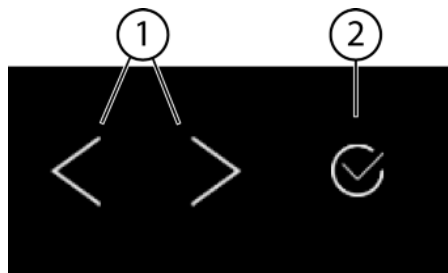
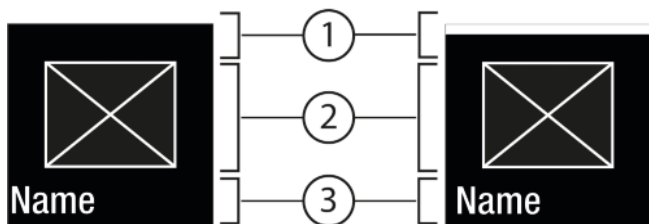
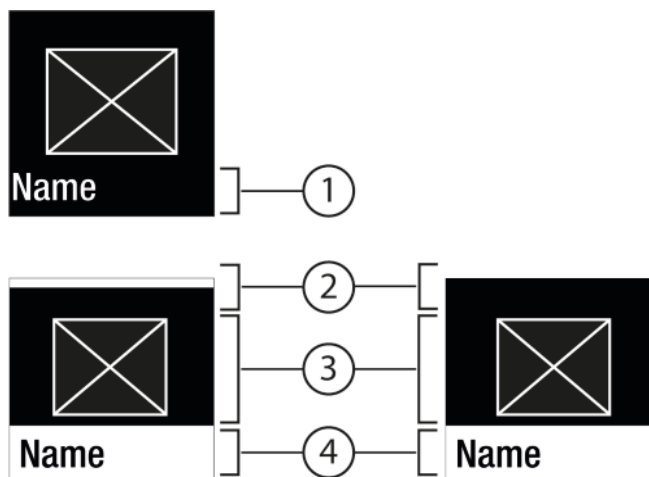

Fig. 5
Fig. 6
Fig. 7
(1) Стрелка за навигация ляво / дясно
(2) Потвърждаване
Стрелка за навигация ляво / дясно Fig. 5 (1):
Потвърждаване Fig. 5 (2):
- Навигиране със стрелка за навигация ляво / дясно Fig. 5 (1).
- С Потвърждаване Fig. 5 (2) функцията / настройката се активира Fig. 6 (1) / деактивира Fig. 6 (1).
- С Потвърждаване Fig. 5 (2) се извиква подменюто Fig. 7 (4).
- Настройване на нова стойност: С Потвърждаване Fig. 5 (2) изберете деактивирана стойност Fig. 6 (1).
- Обратно в менюто: С Потвърждаване Fig. 5 (2) изберете вече активираната стойност Fig. 6 (2).
- ▶ Натискайте стрелките за навигация Fig. 5 (1) дотогава, докато се покаже функцията.
- ▶ Натиснете Потвърждаване Fig. 5 (2).
- ▶ Със стрелките за навигация Fig. 5 (1) изберете стойността за настройка.
- ▷ Състояние: активирано Fig. 6 (1) се появява за кратко в подменюто Fig. 7 (4).
- ▶ Натискайте стрелките за навигация Fig. 5 (1) дотогава, докато се покаже Настройки .
- ▶ Натискайте стрелките за навигация Fig. 5 (1) дотогава, докато се покаже желаната настройка.